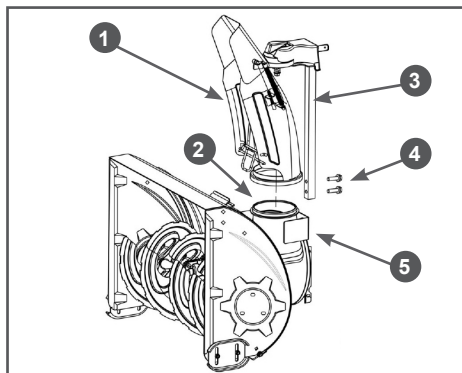

Рис. 10 Установка желоба выброса снега
10. Установите желоб выброса снега. Для этого установите желоб 1 на фланец 2 отверстия выброса снега, а стойку 3 закрепите на кронштейне 5 с помощью болтов 4 (Рис. 10).